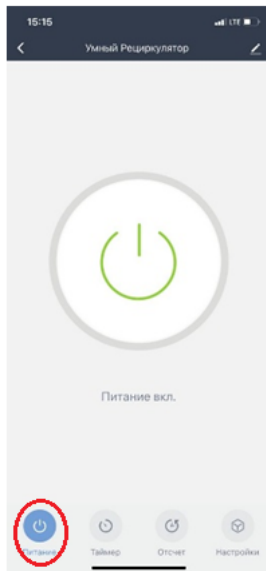

Рисунок 5
7.2.9 По завершении использования отключите облучатель через приложение «Поток» (см. рисунок 5) либо переведите кнопку включения/выключения в положение «ВЫКЛ».